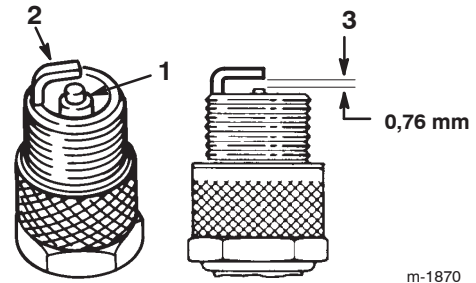

Figure 27
1. Inspectez le centre de la bougie (Fig. 27). Si le bec de l'isolateur est recouvert d'un léger dépôt gris ou brun, le moteur fonctionne correctement. S'il est couvert d'un dépôt noir, c'est généralement signe que le filtre à air est encrassé.
2. Contrôlez l'écartement entre les électrodes centrale et latérale (Fig. 27), et pliez l'électrode latérale si l'écartement est incorrect.